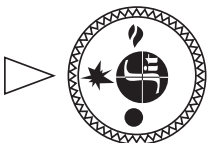

Рис. 8
- 7.3. Для розжига пилотной горелки ручка управления переводится в положение **«искра»** (рис. 8).